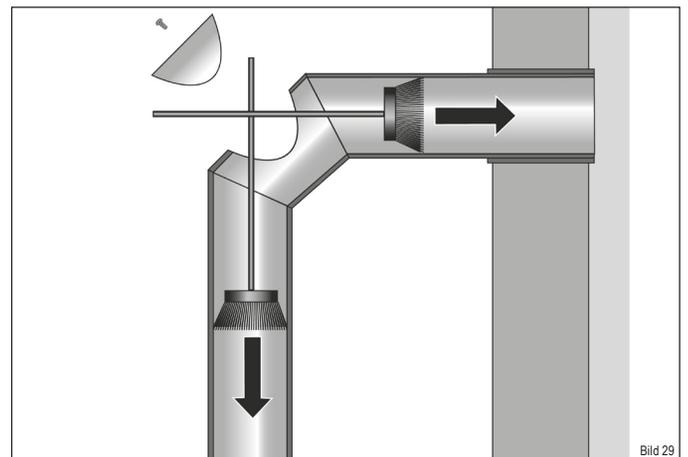

Bild 29
- ▶ Öffnen Sie die Reinigungsklappe am Rauchrohr (Bild 29).
- ▶ Kehren Sie die Ablagerungen nach hinten in den Schornstein und nach unten in den Kaminofen (Bild 29).